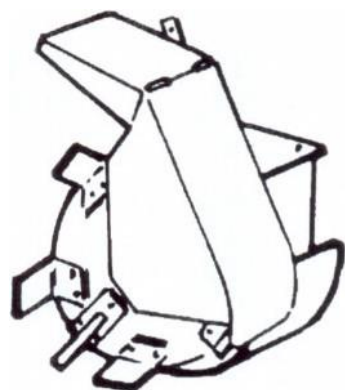

FIG. 7
2.6.3 Очистители канав. Мод. FF 45 - FF 60 (рис.7), чтобы очищать канавы и собирать палочки, кусты и мусор (надлежащее использование).